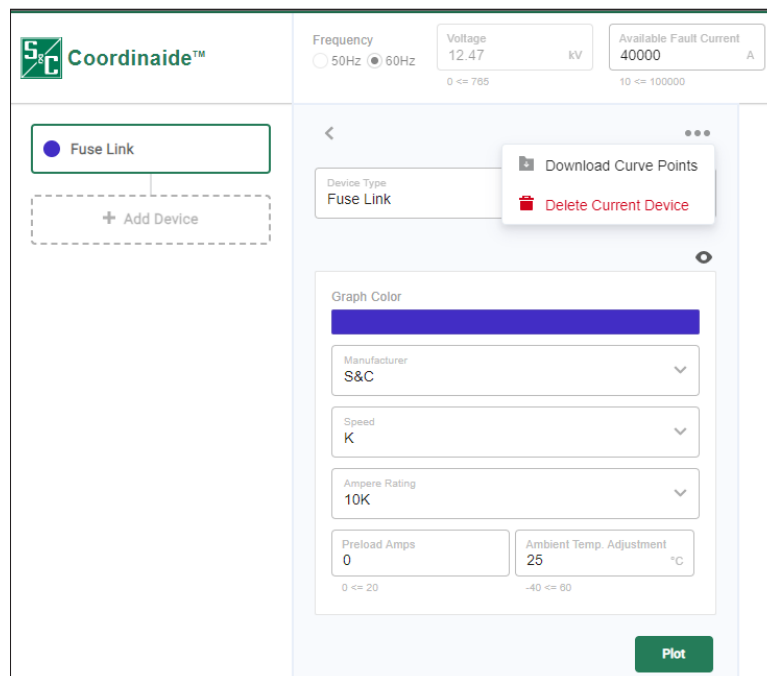

Figura 8. Seleção de Download dos Pontos de Curva.
PASSO 4. Os pontos de dados TCC do dispositivo plotado podem ser baixados da caixa de diálogo Device Parameters em formato .CSV clicando no botão “...” e em seguida clicando em **Download Curve Points** (Baixar Pontos da Curva) Ver Figura 8.